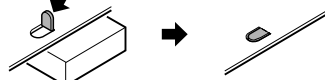

Figure 8
Si le véhicule est équipé d'un auto-radio installé en usine, procédez à l'installation de l'unité principale au moyen des pièces et écrous marqués de (\*). (Figure 8)
2. Fixez le support de montage sur le châssis comme montré sur la Figure 8. Les trous sont pré-découpés pour les véhicules TOYOTA et NISSAN; des modifications du support de montage, comme le perçage de nouveau trous, peuvent être nécessaires pour les autres modèles.